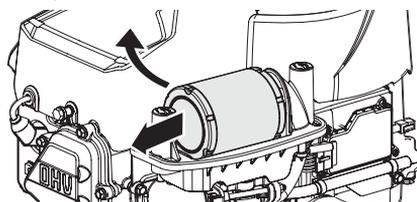

Figure 9
3. Tirez vers l'avant puis vers le haut pour enlever le filtre à air (Figure 9).